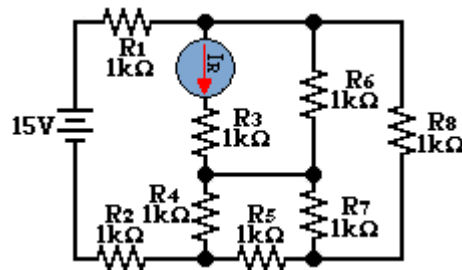

Figura 1.8
5. Conecte el multímetro como se muestra en la figura 1.8.